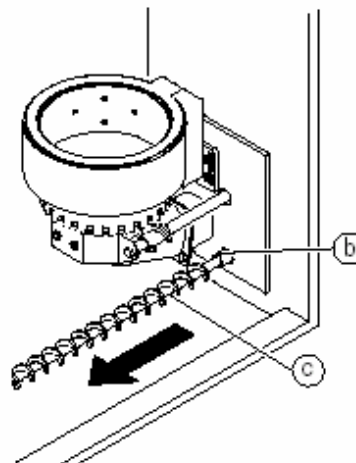

Abb. 12 Feuerraum
- Madenschraube der Entaschungsschnecke (b) lösen (Abb. 12)
- Entschungsschnecke auf Brennereinheit stecken und mit Madenschraube (b) sichern. (Abb. 12)